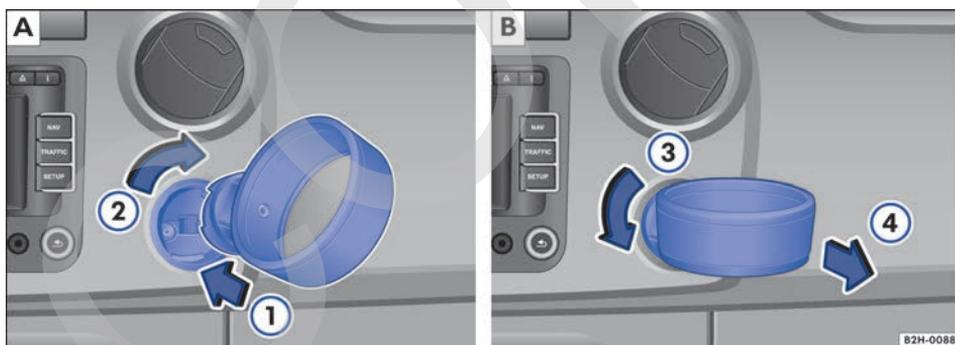

Fig. 92 Colocación de un soporte circular en el punto multifijación.
- Introduzca el soporte circular en el punto multifijación en el sentido de la flecha ⇒ fig. 92 ①